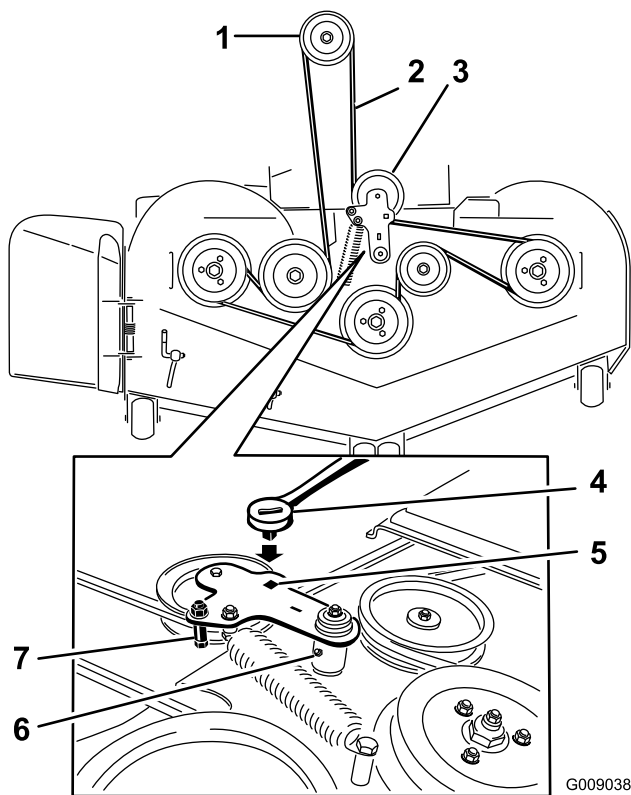

Figura 96
5. Levante la chapa de suelo e introduzca una llave dinamométrica en el taladro cuadrado del brazo tensor de la carcasa (Figura 96).
6. Gire cuidadosamente el brazo tensor de la carcasa en el sentido de las agujas del reloj y retire la correa del cortacésped (Figura 96).